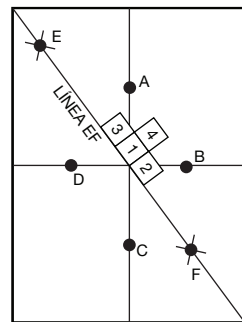
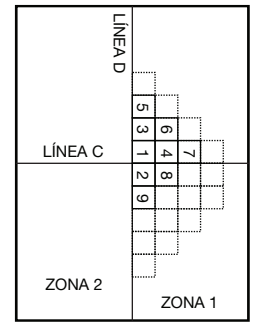

Figura 6
Figura 8
- **DISEÑO DIAGONAL OPCIONAL:** Desde las líneas que se intersecan, mida 4 pies en cada línea hacia todas las paredes y marque los puntos establecidos (puntos A, B, C y D, Figura 6). Usando un radio de 4 pies establezca el punto E mediante arcos que se intersecan desde los puntos A y D, así como el punto F mediante arcos similares que se intersecan desde los puntos C y B. Trace una línea de tiza (línea EF) atravesando los puntos E y F y extiéndala hasta la pared más cercana. Esto crea una línea de inicio en ángulo de 45°.
- Coloque la primera baldosa sobre las líneas C y D en ángulo de 90° (Figura 8; Figura 6 para la instalación diagonal). Es esencial lograr una posición correcta para garantizar la alineación exacta de la siguiente hilera.